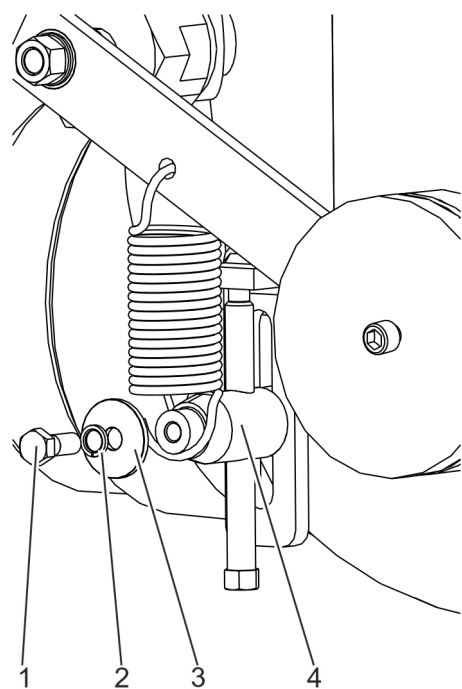

Fig. 46: Fixation du ressort sur le boulon d'arrêt
Accrocher le ressort avec précaution sur le boulon d'arrêt (Voir la Fig. 46/4).
- 24.** Fixer le ressort avec rondelle (Voir la Fig. 46/3), anneau de blocage (Voir la Fig. 46/2) et vis (Voir la Fig. 46/1) sur le boulon d'arrêt (Voir la Fig. 46/4).